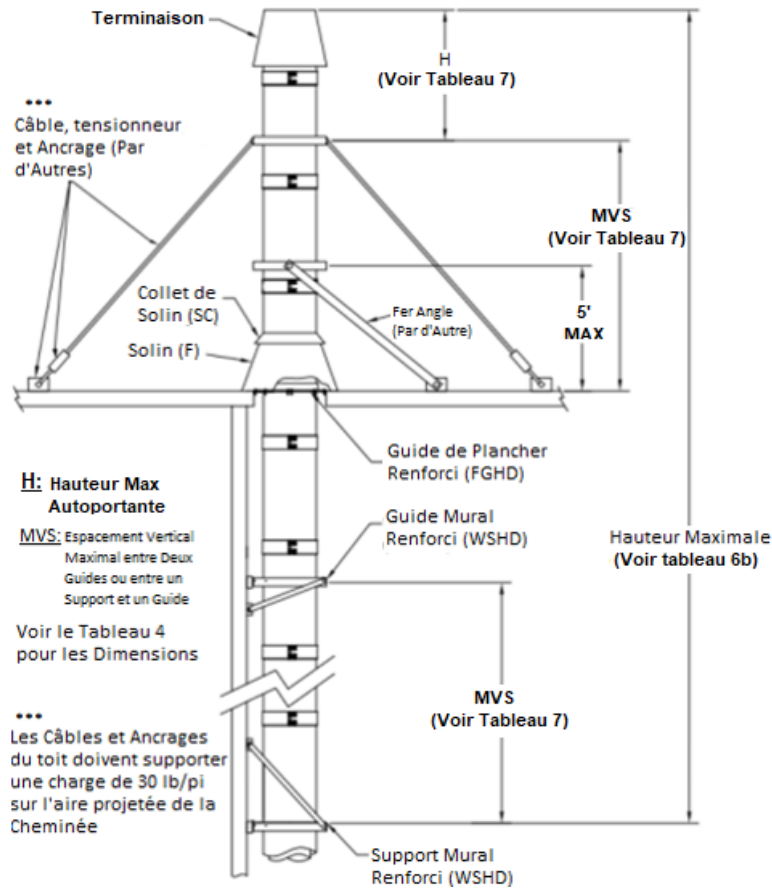

Figure 27 - Hauteur avec contreventement rigide ou haubannage pour LDCS
- Si la dimension « H » dépasse la valeur indiquée dans les tableaux 7 et 8, utilisez un contreventement ou un haubannage pour stabiliser la section de cheminée au-dessus du toit. Voir figure 27